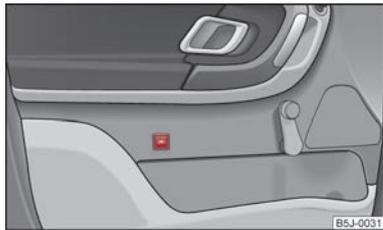

Abb. 18 Taste für Innenraumüberwachung und Abschleppschutzüberwachung
- Drücken Sie die Taste  an der Fahrertür ⇒ Abb. 18.